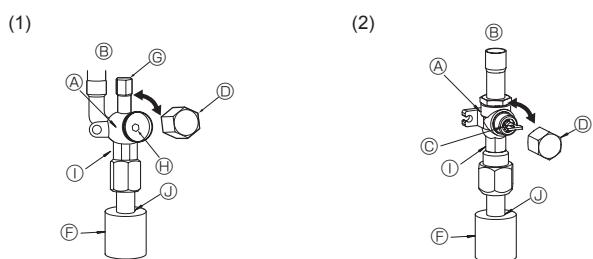

Fig. 4-6
(1) Lado do líquido da válvula de retenção (Fig. 4-6)
(2) Certifique-se de que a válvula de paragem esteja completamente aberta e gire a cápsula de volta à sua posição original.